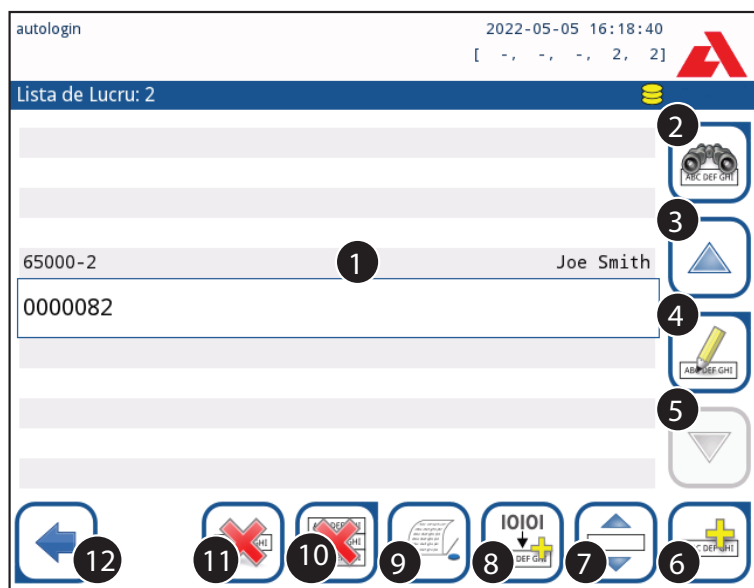

Figura 22: Meniul Lista de lucru
2. Accesați meniul Lista de lucru (**figura 22**) prin meniul **Măsurare » Listă de lucru** și atingeți butonul **Descărcarea listei de lucru din LIS**.
Cheie pentru figura 22: